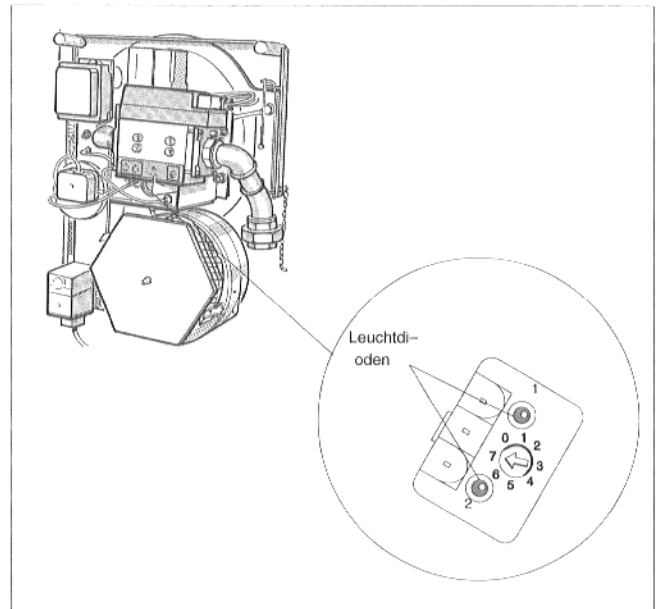

Abb. 15
Flammenwächter auf **Verstärkerstufe 7** eingestellt (Abb.15).
Der Brenner muß auf Störung gehen! Leuchtet dabei eine bzw. beide Leuchtdioden des Flammenwächters, muß der Flammenwächter ausgetauscht werden (s.u.). Dies kann durch die Sichtöffnung beobachtet werden (Abb. 15).
- In Betrieb müssen beide Leuchtdioden leuchten. Leuchtet nur Leuchtdiode 1 bzw. Leuchtdiode 2 (Abb.15), so ist der Flammenwächter zu reinigen bzw. auszutauschen (s. u.).